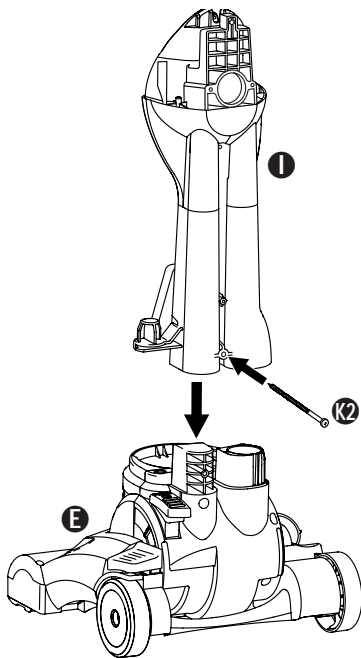

FIG. 1
**Step 1:** (FIG. 1) Assemble the rear housing **1** to the base **E** by sliding it on top of the base and attaching to the base using a long screw provided **K2**.
**Étape 1.** (FIG. 1) Fixez le boîtier arrière **1** à la base **E** en le glissant sur le dessus de la base et attachez-le à celle-ci à l'aide d'une longue vis **12** fournie avec l'appareil.
**Paso 1.** (FIG. 1) Instale el alojamiento trasero **1** en la base **E** deslizándolo sobre la misma y fijándola usando el tornillo largo **12** proporcionado.